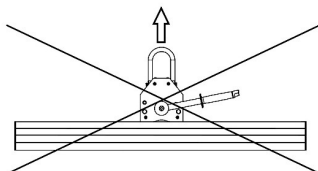

Fig. 14
- soulever plusieurs charges simultanément (fig. 14).